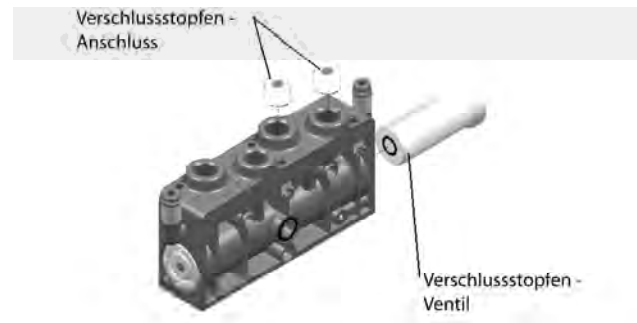

Abb. 16
- Verschlussstopfen (2/2- oder 3/2-Wege) verwenden, um ungenutzte Anschlüsse und Ventilstationen zu verschließen. Siehe Abb. 16